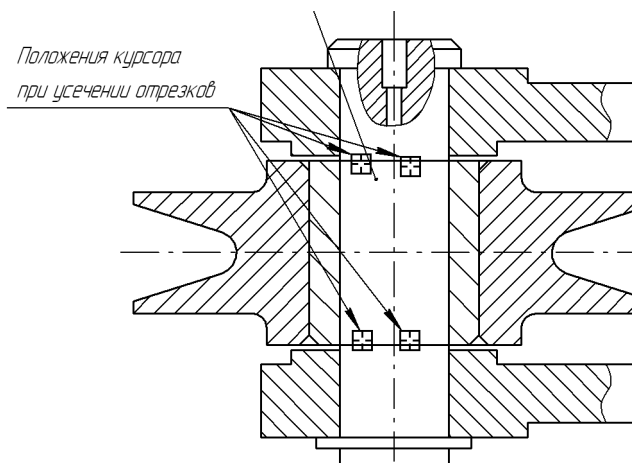

Рис. 53.27. Усечение отрезков
1.3. Укажите подлежащие удалению участки отрезков, как это показано на рис. 53.27. Поскольку при «сборке» сборочной единицы *Ролик* произошло наложение отрезков *Ролика* на отрезки *Втулки*, то в каждом из указанных на рис. 53.27 положений вам следует щелкнуть по два раза, то есть всего вы должны выполнить 8 щелчков.